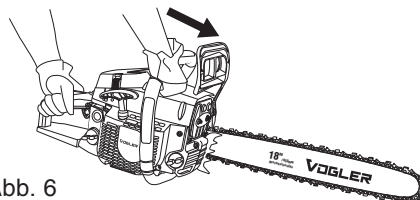

Abb. 6
- Betätigen Sie bei laufendem Gerät den Gashebel bis auf etwa ein Drittel Gas und betätigen Sie dann die Kettenbremse, indem Sie den Kettenbremshebel mit der linken Hand nach vorne drücken (Abb. 6).